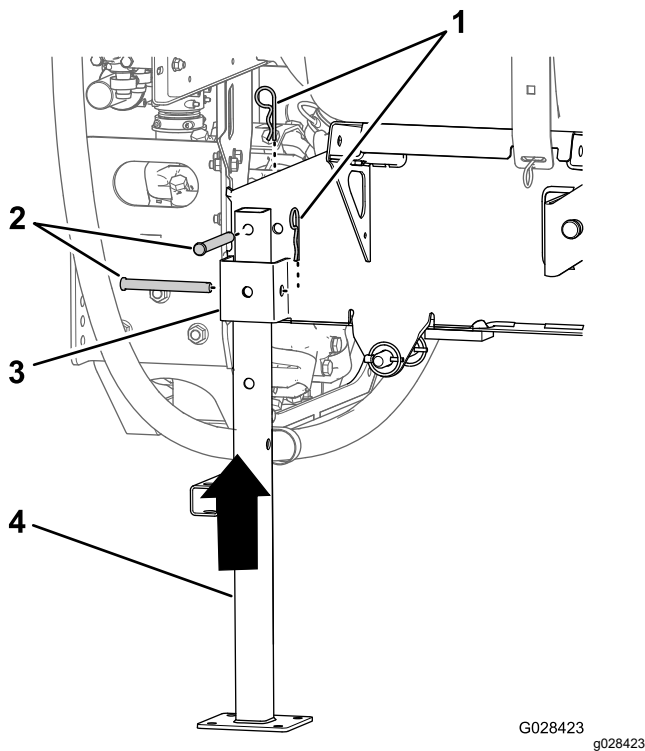

Figura 100
5. Alinhe o macaco traseiro com o recetor do macaco traseiro (Figura 100).
6. Alinhe o furo na parte superior do macaco com o furo na estrutura do patim do depósito (Figura 100).
7. Prenda o macaco ao recetor e estrutura com dois passadores de forquilha (1/2 x 4-1/2 pol.) e dois pernos de gancho (5/32 x 2-5/8 pol.) como se mostra na Figura 100.